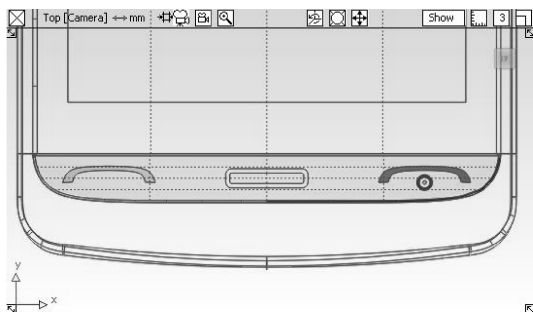

图 8-45 创建按钮细节
- 52 为按钮部分添加细节。用按钮形状曲线在按钮曲面上投影以分隔曲面，如图 8-45 所示。